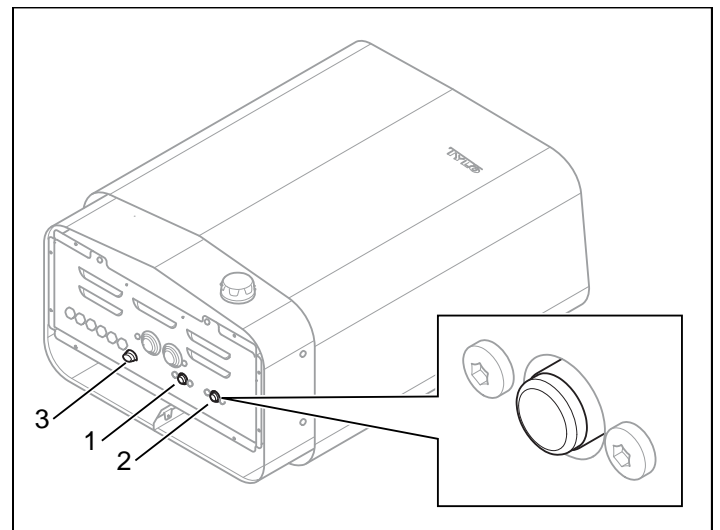

Abbildung 9: Zurücksetzen des Überhitzungsschutzes
• **Wasserbehälter** - Der Überhitzungsschutz des Behälters soll verhindern, dass der Heizstab trockenfällt. An der Unterseite der Heizung gibt es eine rote Reset-Taste, die gedrückt werden muss (siehe Abb. 9). Wenn die Abschaltung ausgelöst wurde, ist ein Widerstand beim Drücken der Taste zu spüren und es macht „Klick“. Wenn keine Abschaltung ausgelöst wurde sowie nach dem Reset fühlt sich die Taste elastisch an.
• **Heizung** - Der Überhitzungsschutz in der Heizung soll verhindern, dass Bauteile, Heizstäbe und Hölzer in der Sauna zu heiß werden. An der Unterseite der Heizung gibt es eine rote Reset-Taste, die gedrückt werden muss (siehe Abb. 9). Wenn die Abschaltung ausgelöst wurde, ist ein Widerstand beim Drücken der Taste zu spüren und es macht „Klick“. Wenn keine Abschaltung ausgelöst wurde sowie nach dem Reset fühlt sich die Taste elastisch an.